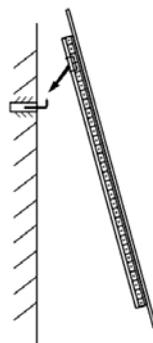

Рис.3
1. Используя уровень и рулетку размерьте на стене места под крепежные элементы (X) и просверлите отверстия под них, используя сверло соответствующее диаметру дюбеля.
3. Аккуратно поместите зеркало на крепежные крюки (рис. 3).